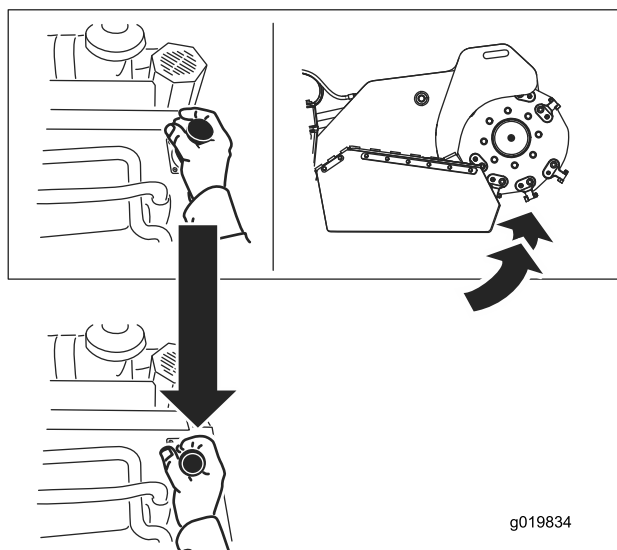

Figura 14
- Para elevar el desbastador, tire de la palanca hacia atrás (Figura 14).